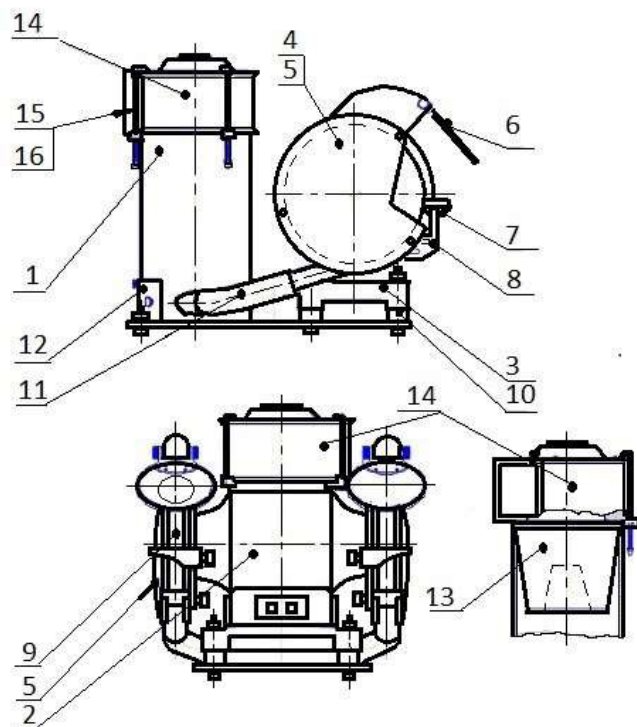

Рис. 1. Общий вид заточного станка ЗСВ20 с вытяжкой:
1.2.2. Общий вид станка с обозначением его составных частей изображён на рис. 1.
- отрегулировать и выставить зазор между краем подручника 7(рис. 1) и рабочей поверхностью круга, а так же зазор между подвижным козырьком (искрогасителем) 6(рис. 1) и рабочей поверхностью круга. Величина зазоров должна быть не более 2мм ;
Для замены шлифовального круга необходимо (см. рис. 1):